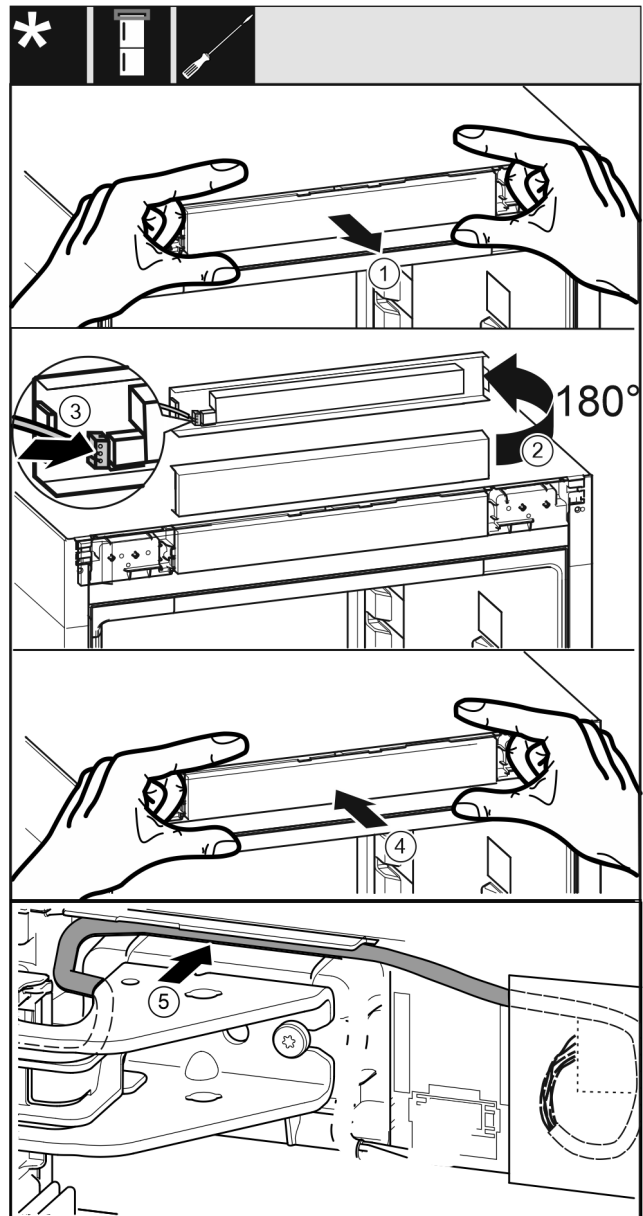

Fig. 31
- ▶ Ta forsiktig ut betjeningsdekselet. Fig. 31 (1)
- ▶ Drei dekselet oppover med 180°. Fig. 31 (2)
- ▶ Sett inn støpselet på betjeningsdekslet. Fig. 31 (3)
- ▶ Sett inn betjeningsdekslet på apparatet igjen. Fig. 31 (4)
- ▶ Legg den grå kabelen forsiktig inn i føringen over øvre lagerbukk Fig. 31 (5).